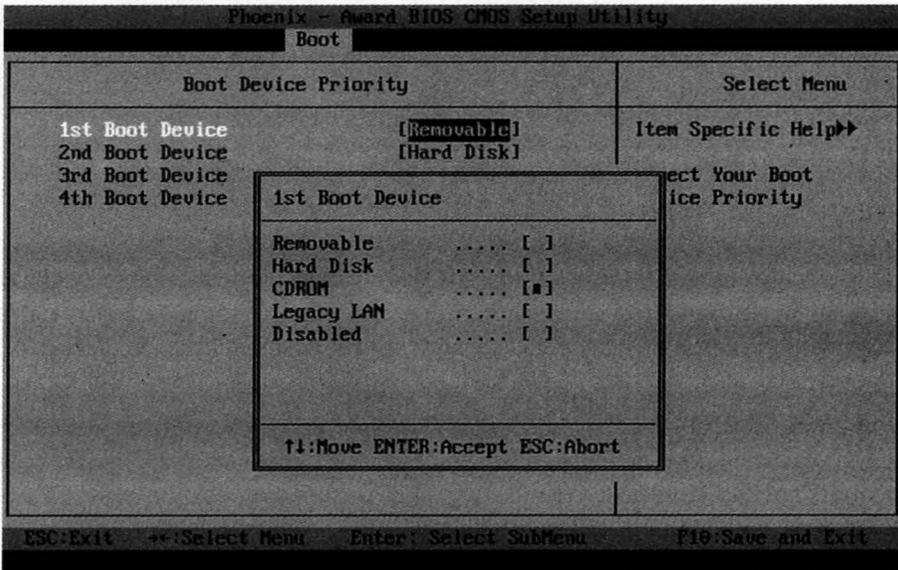

Рис. 3.7. Редактирование списка загрузочных устройств
3. С помощью клавиш `↓` и `↑` выберите параметр `1st Boot Device` и установите для него значение `CDROM` (CD/DVD) одним из описанных выше способов (рис. 3.7). Данный параметр может находиться в подразделе `Boot Device Priority`.